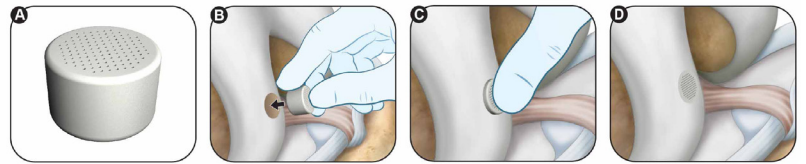

Figure 12
12. **A.** CARTIHEAL implant (**Figure 12**).